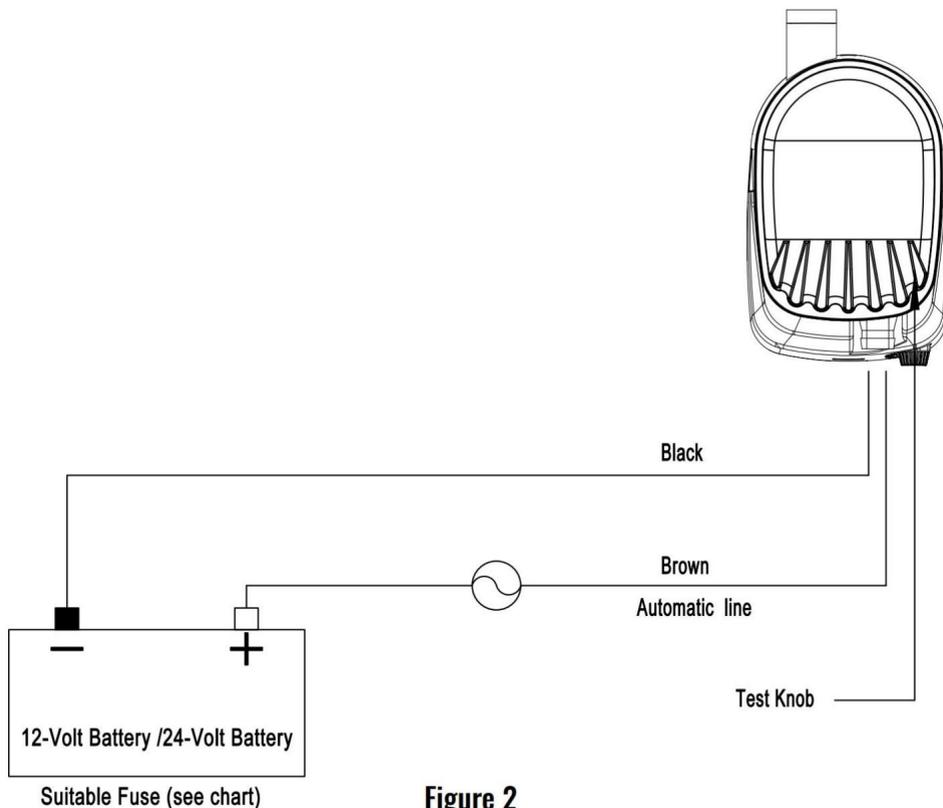

Figure 2
1. Verwenden Sie die gesamte mitgelieferte Kabellänge (und zusätzliche Kabel, falls erforderlich) und verbinden Sie die Kabel mit der Pumpe, wie in der Abbildung gezeigt. (Siehe Abbildung 2.)